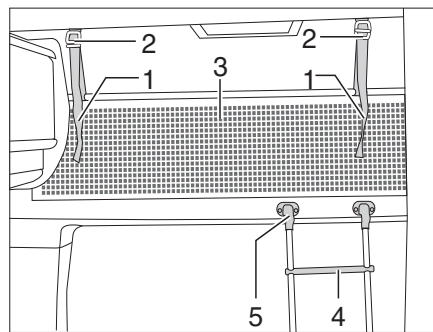

Fig. 139 Lit de capucine
Toujours monter sur le lit de capucine avec l'échelle de montée (Fig. 139,4) de série.
- Accrocher l'échelle par les longerons sur le bandeau du lit de capucine (Fig. 139,5) installé au bord du lit.
Le filet de sécurité (Fig. 139,3) de série est rangé entre le matelas et le sommier à lattes. Ne tendre le filet de sécurité qu'une fois que les personnes se trouvent dans la capucine.
- Faire s'enclencher les sangles de retenue (Fig. 139,1) dans les œillets du plafond (Fig. 139,2).